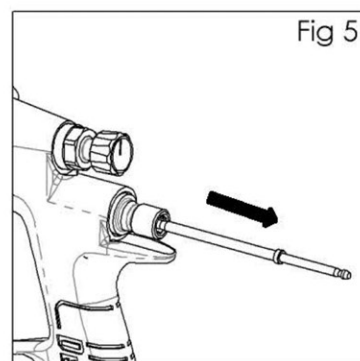

Fig 5
4. Entfernen Sie die Farbnadel (24). (Siehe Abb. 5).